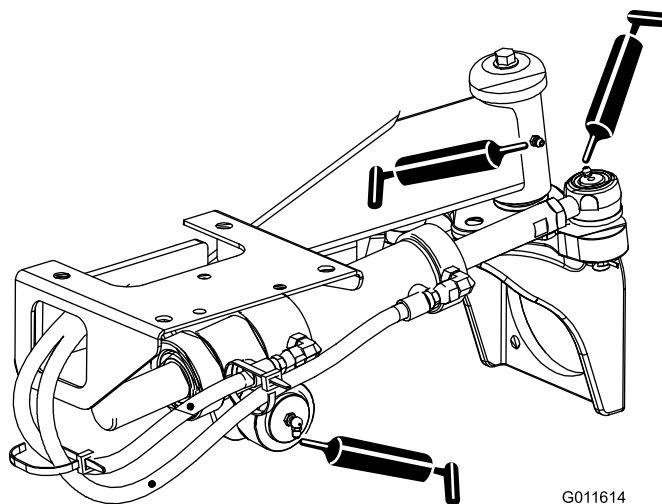

Figura 35
- Giunti sferici (2) del cilindro di sterzo e ponte posteriore (Figura 35)